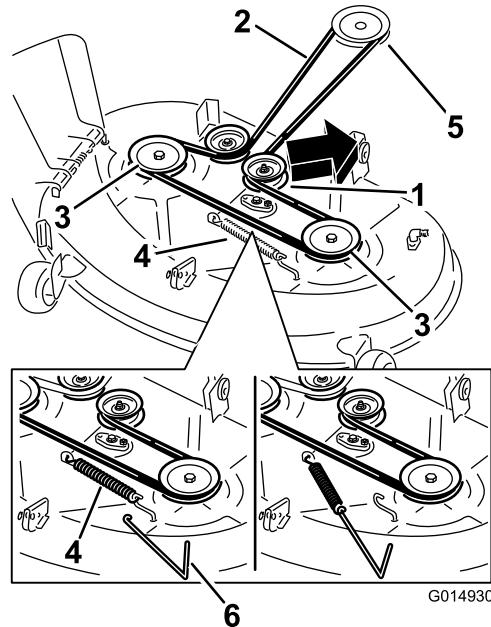
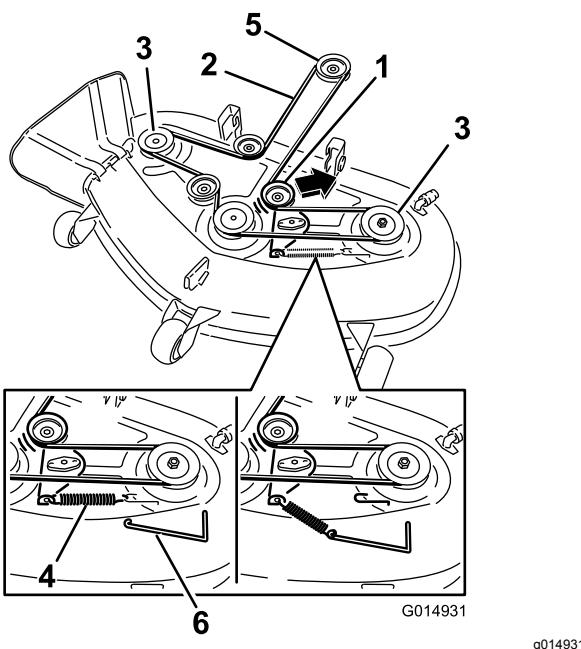

Figura 58
Figura 59
polia intermédia e role a correia para fora das polias (Figura 58 e Figura 59).
7. Coloque a nova correia em redor da polia do motor e nas polias do cortador (Figura 59).
8. Utilizando um removedor de molas, instale a mola intermédia por cima do gancho da plataforma para colocar tensão na polia intermédia e na correia do cortador (Figura 58 e Figura 59).